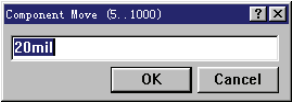

图 6-52 “Component Move” 对话框
14) Move To Grid: 将被选取的元器件移动到栅格上，执行该命令选项后，会出现如图 6-52 所示的对话框。用户只需根据实际的需要即可输入栅格值。